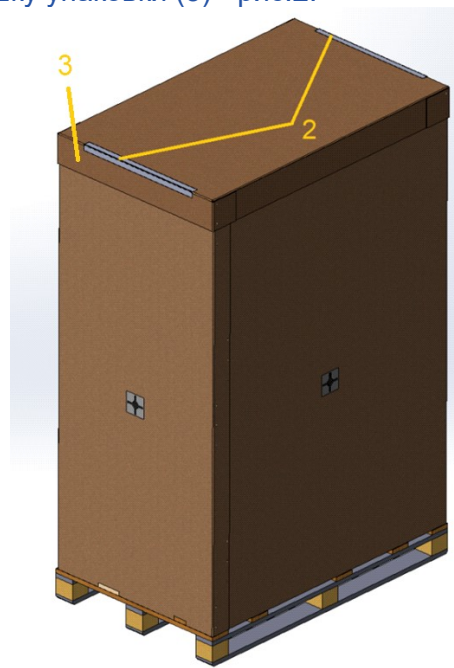

Рис. 2
3. Снять транспортировочные уголки (2) и крышку упаковки (3) - рис.2.